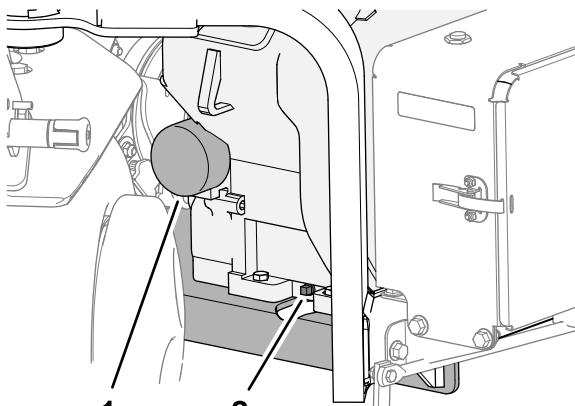

図 150
3. オイルドレンプラグの下に容器を置き、プラグを取り外す**図 150**。
1. フィルタの下に浅い廃油受けを置いてフィルタを外す図 150。
6. ガスケットがアダプタ図 150 に当たるまで手で回してフィルタを取り付け、そこから更に  $\frac{1}{2}$  回転増し締めする。